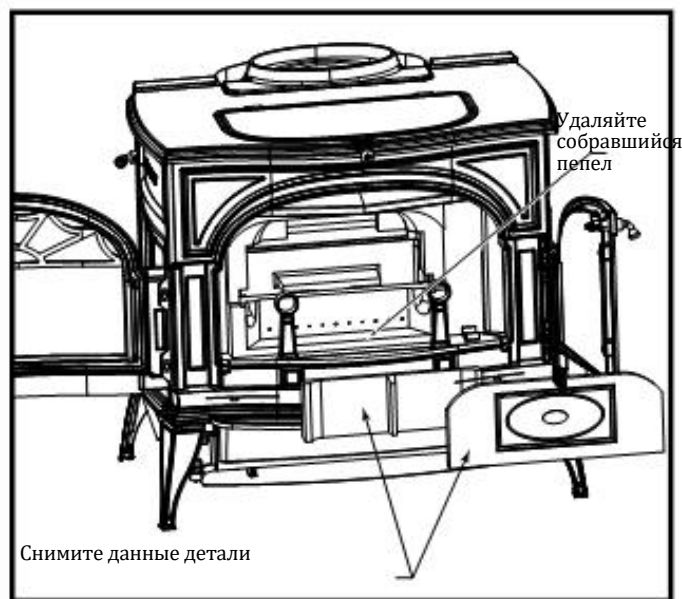

Рис. 46 Очищайте канал за камерой сгорания от накопившегося пепла
- Проверяйте камеру сгорания на засорение. Это необходимо делать вместе с ежегодной чисткой дымохода. Проверяйте канал за камерой сгорания (при помощи зеркала). При помощи пылесоса (с гибким шлангом) удаляйте весь накопившийся пепел (Рис. 46)